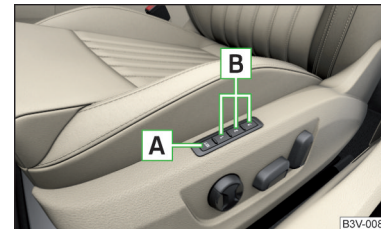

Abb. 75
Jeder der drei Speichertasten **B** » Abb. 75 kann jeweils eine Einstellposition zugeordnet werden.
- › Die **SET**-Taste (Position **A**) » Abb. 75 drücken.
- › Die gewünschte Speichertaste **B** » Abb. 75 drücken.
- › Eine beliebige Speichertaste **B** » Abb. 75 auf Seite 87 drücken und gedrückt halten.
- Die **SET**-Taste (Position **A** » Abb. 75 auf Seite 87) drücken und gedrückt halten.